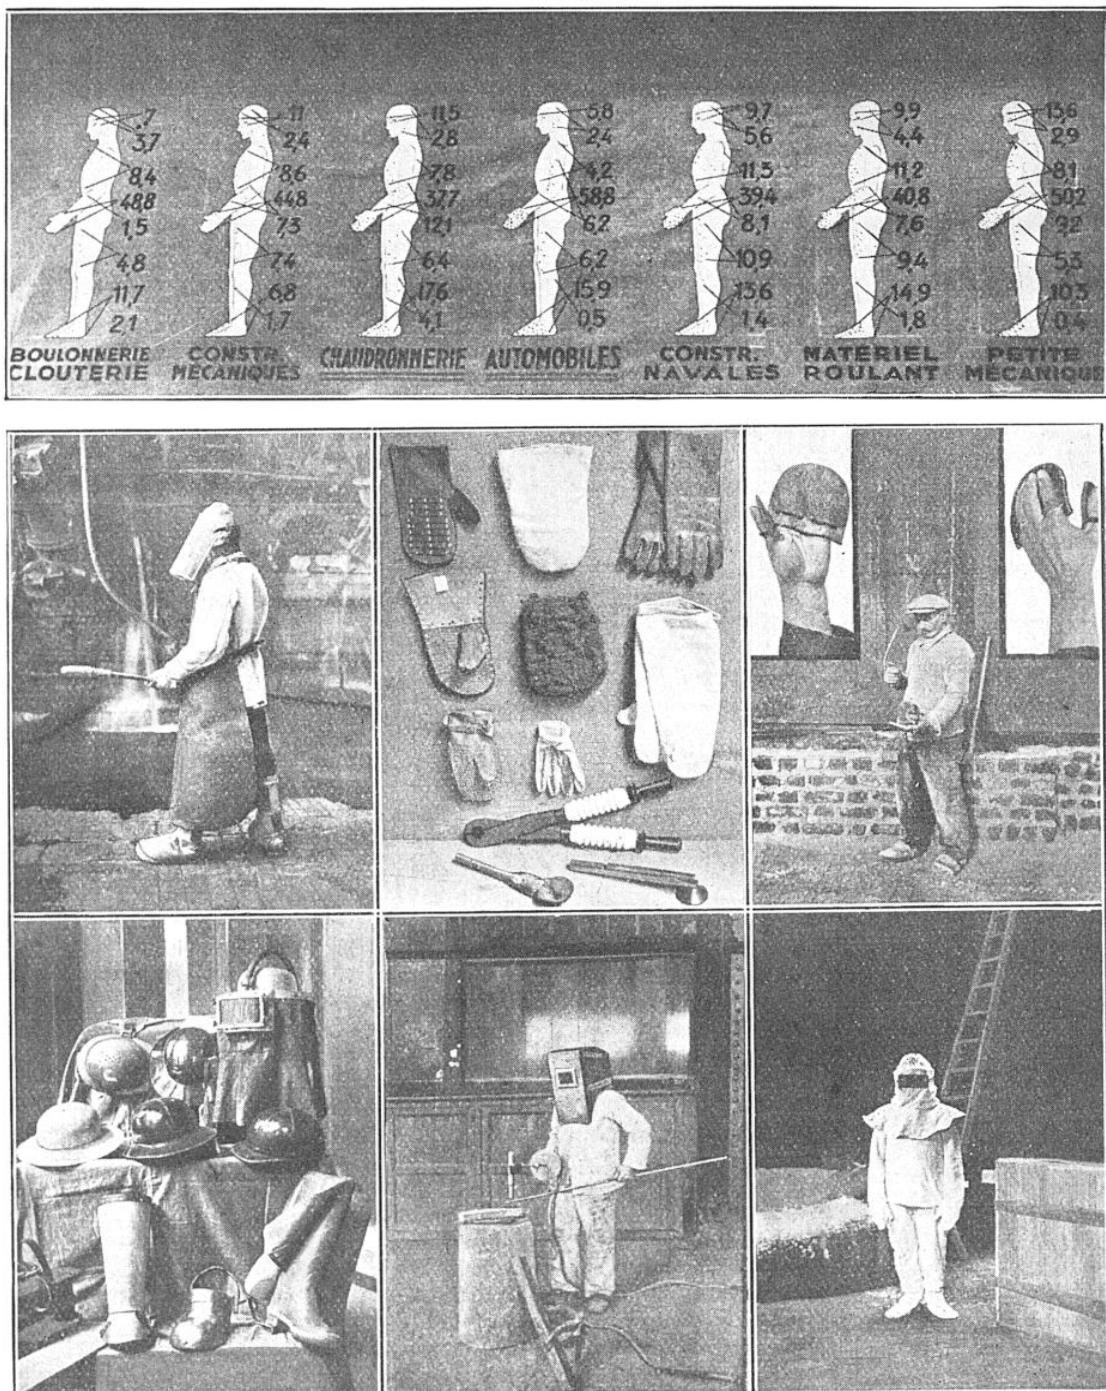

FIG. 1. — EN HAUT, TABLEAU DES ACCIDENTS DU TRAVAIL LOCALISÉS PAR PROFESSIONS
**V**OYEZ le tableau de ces silhouettes humaines en file indienne (fig. 1). Elles sont toutes mouchetées de points d'impacts, comme après un exercice de tir à la cible. Chacune d'elles figure, en effet, un « soldat » avec le pourcentage des blessures qu'il reçoit, *professionnellement*, car ce soldat d'un genre tout spécial n'est autre, ici, que l'ouvrier spécialisé d'une industrie déterminée dans la grande armée du travail. Chaque point d'impact figure une blessure consécutive à un accident venu le frapper durant son service.
Les mains, disons-nous, sont les plus exposées, car tout travail d'industrie est fatidiquement *manuel* avant tout. Chaque « geste ouvrier » doit donc avoir un gant qui lui soit adapté : le panneau que nous avons composé avec quelques spécimens seulement, pris au hasard de l'exposition (voir fig. 1), illustre bien cette proposition. On y voit comment la simple mitaine de cuir s'arme intérieurement tantôt d'une doublure rivetée quand elle est destinée à ceux qui filent des câbles d'acier, tantôt d'un tissu « cotte de mailles » qui convient aux mineurs de barres de fer, et tantôt d'un lainage floconneux, fait de certaines fibres végétales quand le geste doit s'appliquer à certains matériaux fragiles et pourtant dangereux. A droite (longues et blanches), elles deviennent d'immenses sacs dont le tissu est d'amiante. Elles sont pour les mains qui doivent entrer en contact avec le feu. Voyez également cette « demi-main » de peau avec le pouce de cuir : ce n'est rien, mais avec cette truelle auxiliaire un maçon travaille